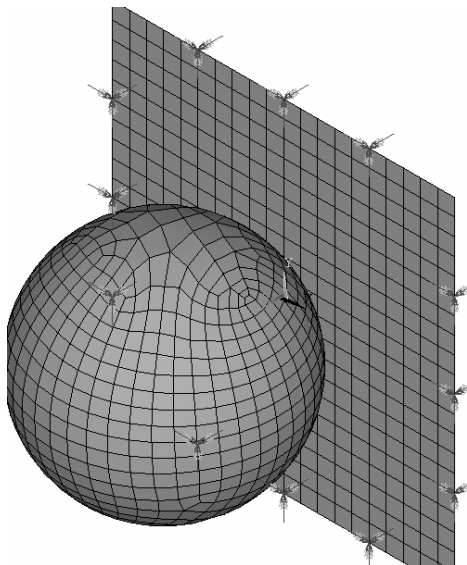

图 4-27 方板四周被约束
(8) 拖动“Apply U, ROT on Lines”窗口右上方方框后的滚动条, 单击选中“All DOF”, 然后单击该窗口中的“OK”按钮, 图形界面显示方板四周被约束(见图 4-27)。